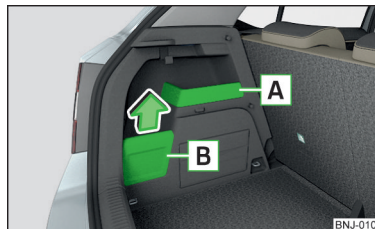

Fig. 94
- Dacă este posibil, așezați bagajul agățat de cârlig în compartimentul de depozitare  » fig. 94 la pagina 78 - în caz contrar există pericolul deteriorării capacului compartimentului de depozitare.
- Dacă în cârlig se agață un bagaj cu o greutate mai mare de 2,5 kg, vă recomandăm să detașați capacul compartimentului de depozitare  » fig. 94 la pagina 78, în caz contrar există pericolul deteriorării capacului compartimentului de depozitare.
Compartimentul de depozitare încorporat  » fig. 94 este adecvat depozitării obiectelor mici cu o greutate totală de până la 1,5 kg.